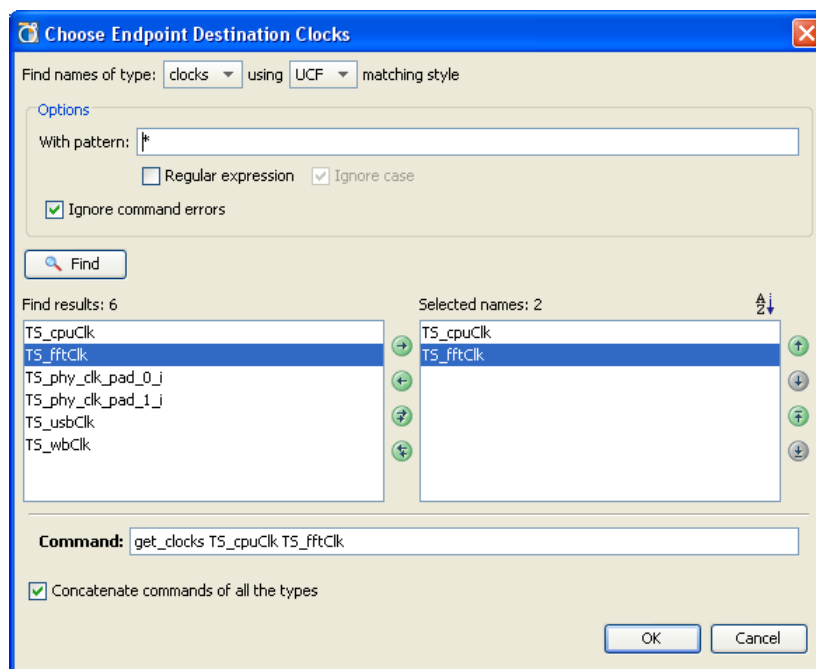

図 7-21 : **[Choose Endpoint Destination Clocks]** ダイアログ ボックス
**[Choose Endpoint Destination Clocks]** ダイアログ ボックスを使用すると、特定のエンドポイントのクロック ドメインを選択できます。エンドポイントは、指定したクロック名でフィルターされます。237 ページの図 7-21 に、**[Choose Endpoint Destination Clocks]** ダイアログ ボックスを示します。